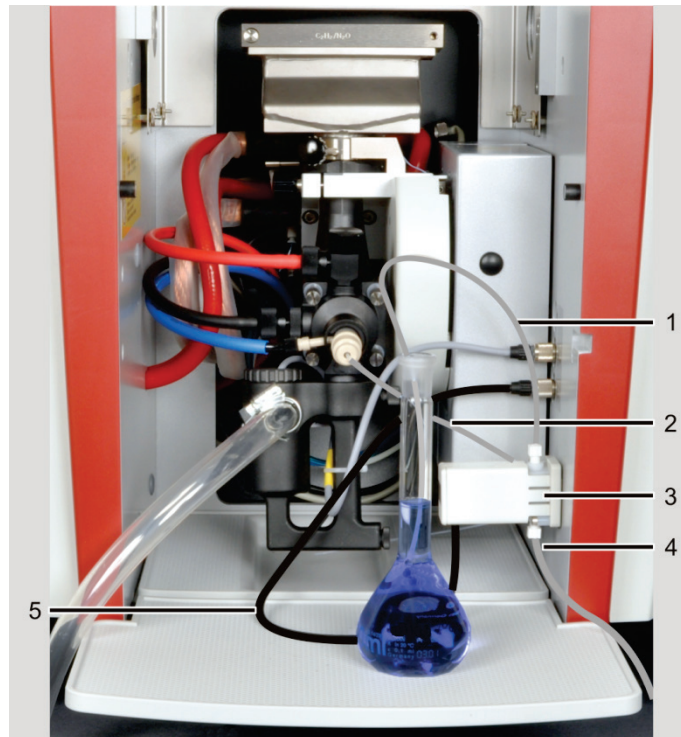

Abb. 47 SFS 6 für manuelle Probenzufuhr installiert
- Schlauch mittlerer Länge in oberen Anschluss – zur Probe (1 in Abb. 47)
- kurzer Schlauch in seitlichen Anschluss – zur Zerstäuberkanüle (2)
- langer Schlauch in unteren Anschluss – zur Spüllösung (4)
3. Steuerkabel (5 in Abb. 47) in die zweipolige Buchse in der Probenraumwand stecken.
4. Kurzen Schlauch (2) auf die Zerstäuberkanüle stecken.
5. Langer Schlauch (4) in die Vorratsflasche mit Spüllösung tauchen.
6. Schlauch mittlerer Länge (1) in das Probengefäß tauchen bzw. mit der Ansaugkanüle des Probengebers verbinden.